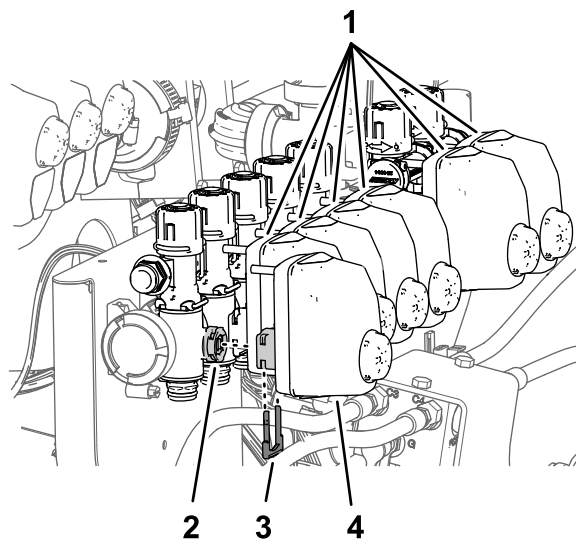

図 98
1. ノズルバルブ 1-7 用のバルブアクチュエータを固定しているリテーナを外す 図 98。
2. ノズルバルブ 1-7 からバルブアクチュエータを外す 図 98。
10. ノズルバルブ 1-7 にバルブアクチュエータを取り付ける (図 98)ステップ 1 で外したリテーナを使用する。